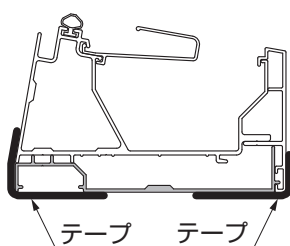

図21-4
- テラス用上枠を取付ける際は、テープ等で仮止めして取付けてください。(図21-4参照)